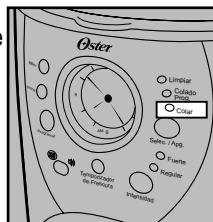

Figure 6
1. Après avoir suivi les indications du paragraphe **Ajouter L'eau Et Le Café Moulu** (p. 6) et après avoir bien mis en place la verseuse et le panier à filtre, appuyez une fois sur la touche sélection (SELEC./APG.). Le voyant lumineux vert préparation immédiate (COLAR) s'allumera, signalant que la cafetière est sous tension et qu'elle fait passer le café (figure 6).